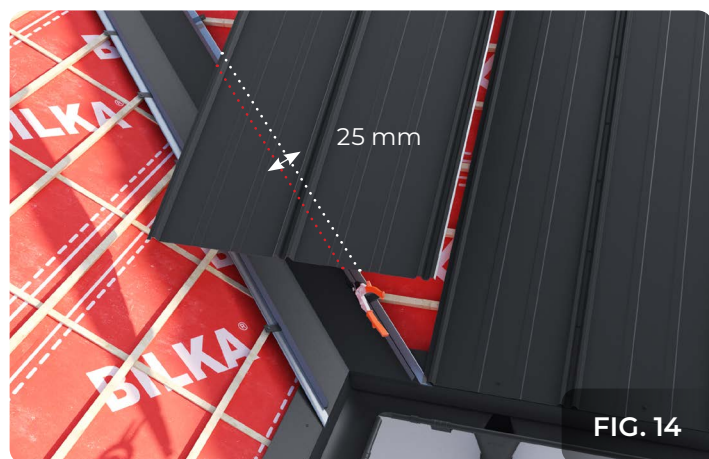

FIG. 14
- Panoul se aliniază cu panoul anterior fig. 14.
- Se trasează și se decupează panoul, lăsând un spațiu de scurgere a apei de 50 - 80 mm, de la mijlocul doliei până la linia panoului - fig. 14, 15, 16, 17 (vezi și montajul doliei).